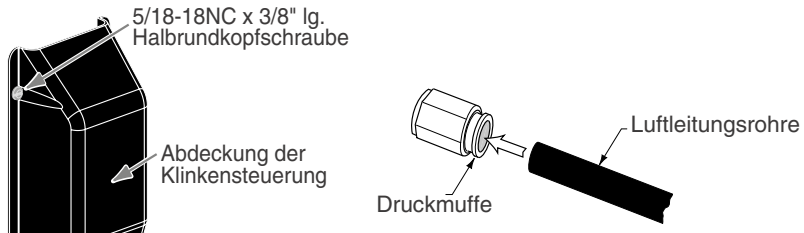

Abb. 17
- E) Klinkenabdeckungen mit 5/16"-18NC x 3/8" lg. Halbrundkopfschraube anbringen, Abb. 17.